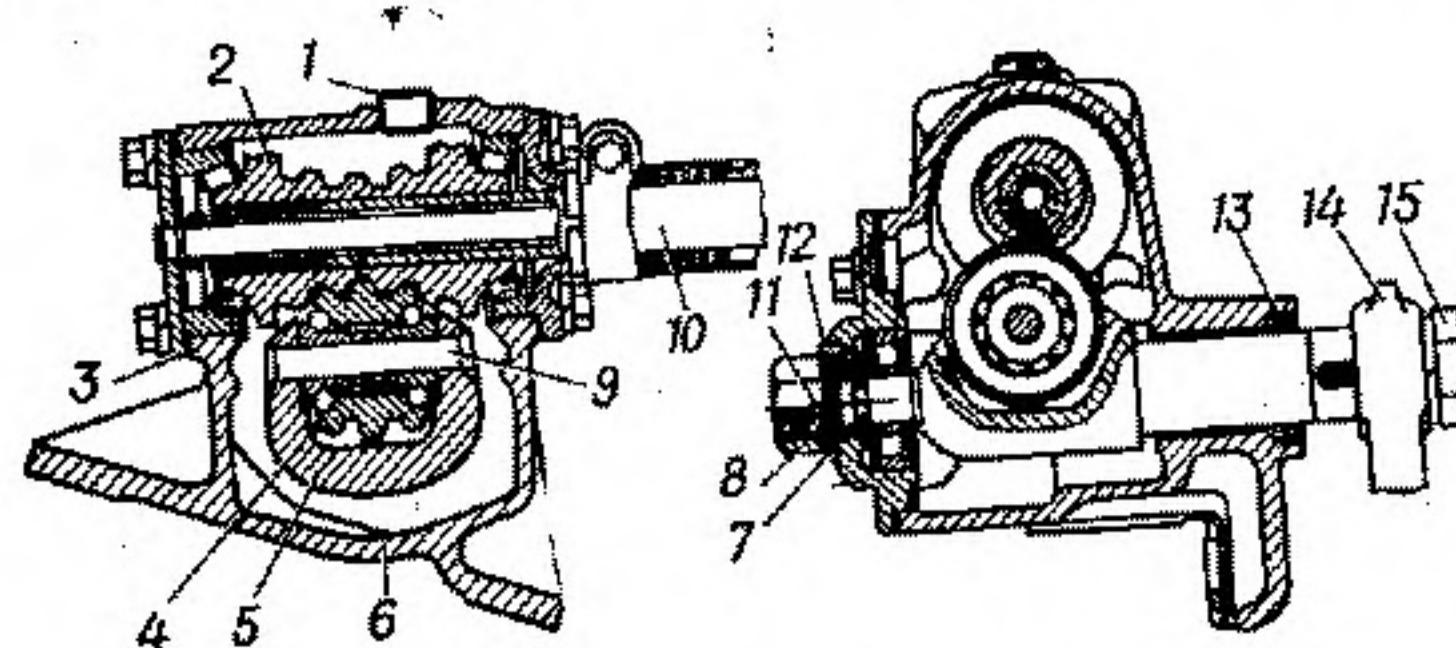

Рис. 57. Рулевой механизм:
2. Вращать ключом регулировочный винт 11 (рис. 57) по ходу часовой стрелки до устранения люфта.